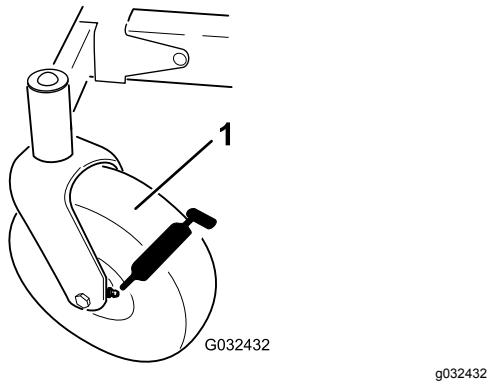
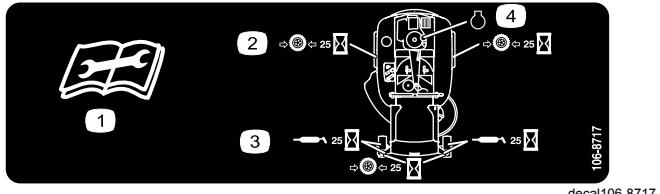

Figura 34
Figura 35
3. Limpie con un trapo los puntos de engrase (Figura 34 y Figura 35).
4. Conecte una pistola de engrasar a cada punto de engrase (Figura 34 y Figura 35).